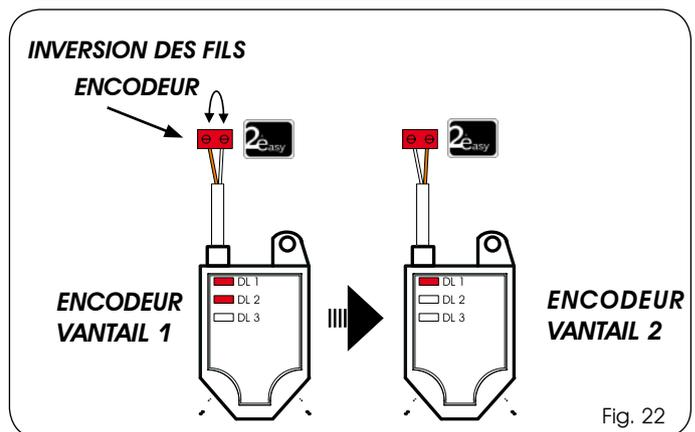

Fig. 22
**✎** EN INVERSANT LES FILS DE L'ENCODEUR, UN ÉCHANGE A LIEU ENTRE ENCODEUR ASSOCIÉ AU VANTAIL 1 ET ENCODER ASSOCIÉ AU VANTAIL 2 ET INVERSEMENT (voir l'exemple Fig. 22)